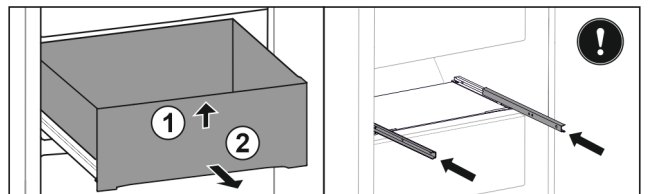

Fig. 45
- ▶ Sollevare il cassetto dal davanti. Fig. 45 (1)
- ▶ Rimuovere il cassetto tirandolo in avanti. Fig. 45 (2)